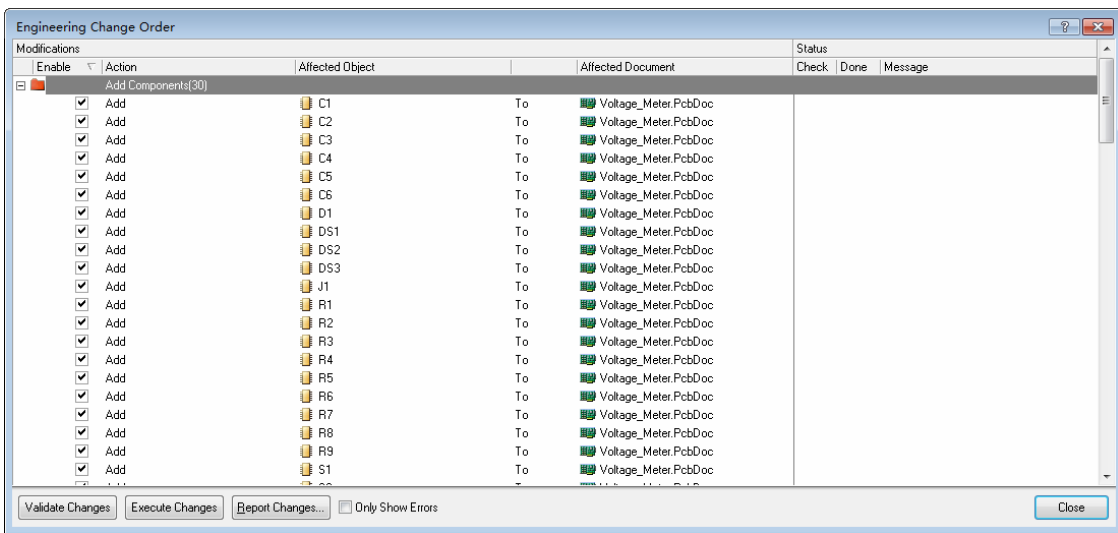

图 11-10 Engineering Change Order 对话框
(1) 打开本例对应的电子资源 Voltage_Meter.PrjPCB 工程, 其中已有 Voltage_Meter.SchDoc 文档。在工程中新建 Voltage_Meter.PcbDoc 文档。
(2) 本例对电路板尺寸无严格要求, 故先采用系统默认板形, 待布局完成后再进行调整。
(3) 使用以下两种方式之一开始转移过程:
① 单击 PCB 文档, 进入 PCB 编辑环境, 执行菜单命令 Design » Import Changes from Voltage_Meter.PrjPCB。
② 单击原理图文档, 进入原理图编辑环境, 执行菜单命令 Design » Update PCB Document Voltage_Meter.PcbDoc。
(4) 以上两种方式都会打开 Engineering Change Order 对话框, 如图 11-10 所示。该对话框列出了所有需要进行更新的信息, 包括了更新的类型 (Action 列)、更新的对象 (Affected Object 列) 以及受到影响的文档 (Affected Document 列)。